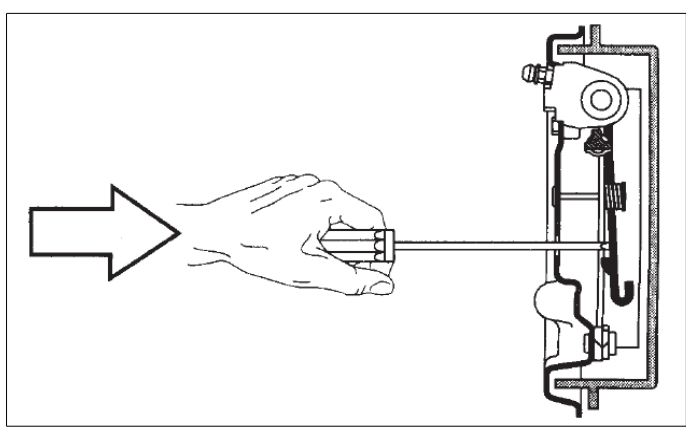

Fig. 7
- Nei tipi 1 (Fig. 6) e 2 (Fig. 7): allungare la leva del freno a mano fino a sentire uno scatto metallico.